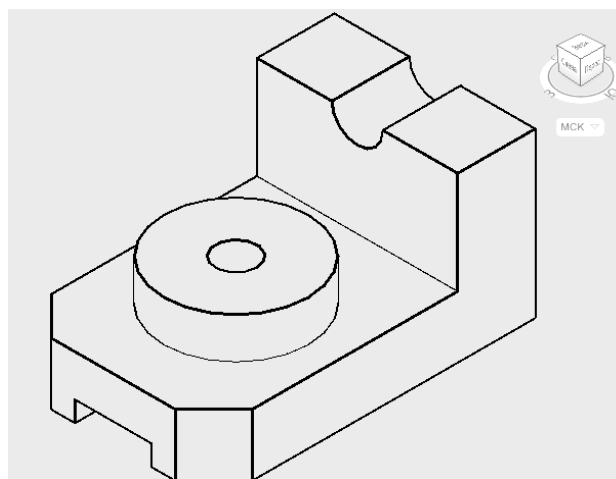

Рис. 5.14
5. Сквозное призматическое отверстие заменить на цилиндрическое (рис.5.14).